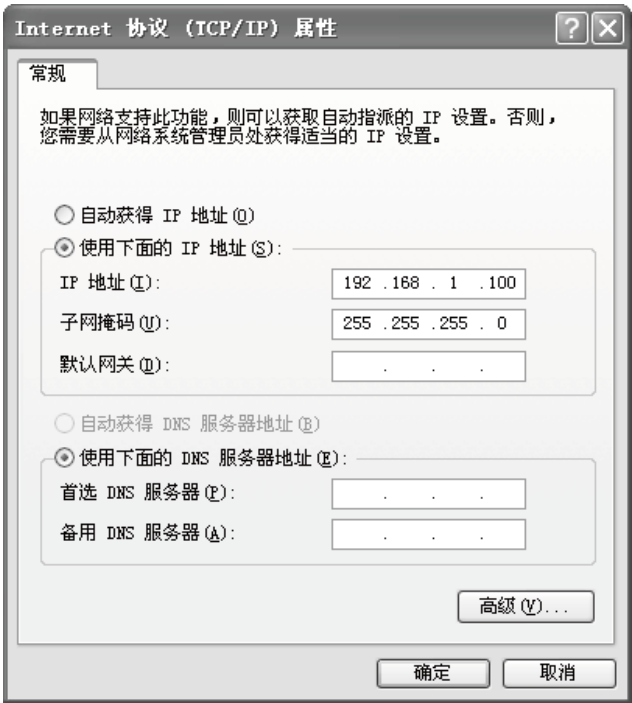

图4-1 本地连接
- 2. 设置PC本地连接IP地址为192.168.1.X, X为2~252中任意整数, 子网掩码为255.255.255.0, 如图4-1所示。